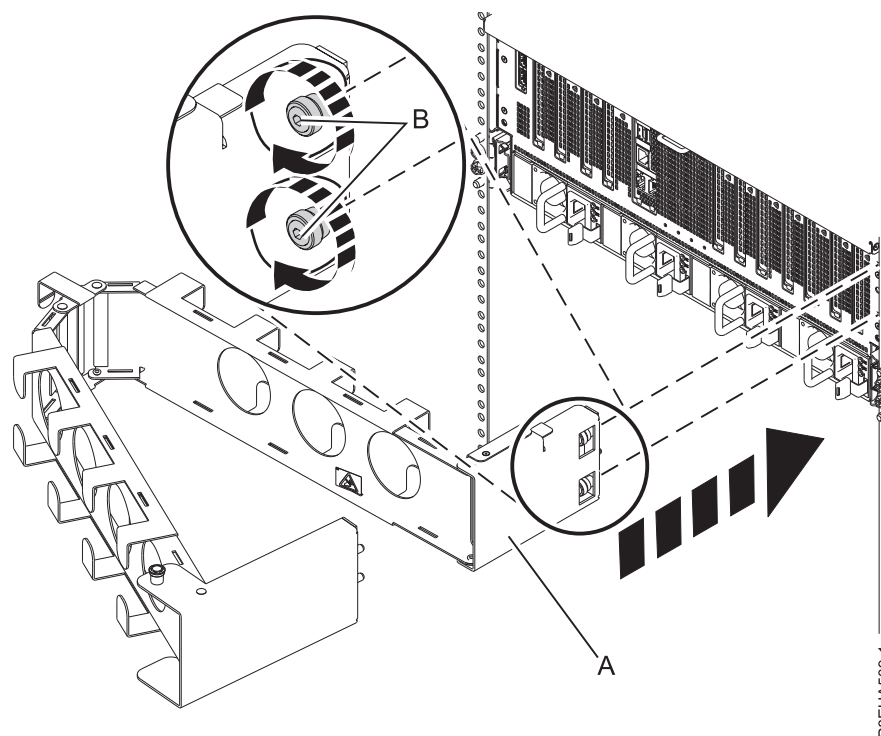

Figura 18. Fijación de la placa interna al chasis del sistema
1. Fije la placa interna (A) al chasis del sistema apretando con la mano los dos tornillos cautivos (B) en los orificios roscados del chasis, tal como se muestra en la Figura 18 en la página 19. A continuación utilice la herramienta hexadecimal T25 que se incluye con el sistema para apretar más los tornillos.